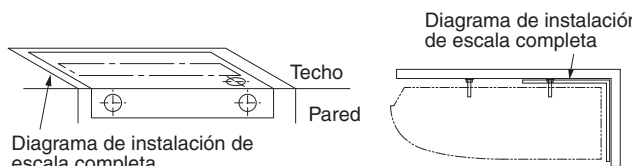

Fig. 3-10
- (2) Cuando el diagrama de instalación de escala completa se dobla usando el ángulo correcto con el techo y la pared, se pueden elegir las ubicaciones de entrada del cableado y la tubería interior; y también pueden elegirse las ubicaciones de cada uno de los pernos de suspensión. Use un lápiz para marcar los orificios de taladrado (Fig. 3-10).